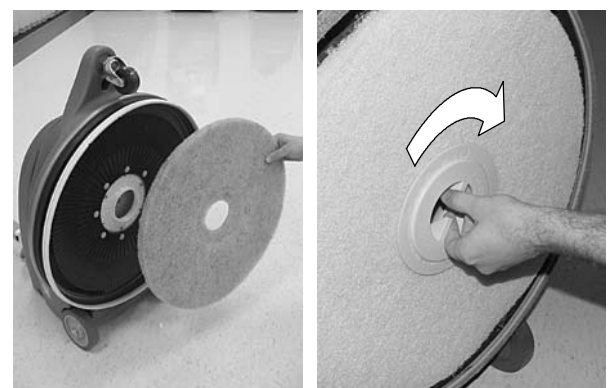

BILD. 2
4. Ta bort plastringen från rondelldriften. Placera rondellen på driften och fäst den genom att vrida den medurs (bild 2).